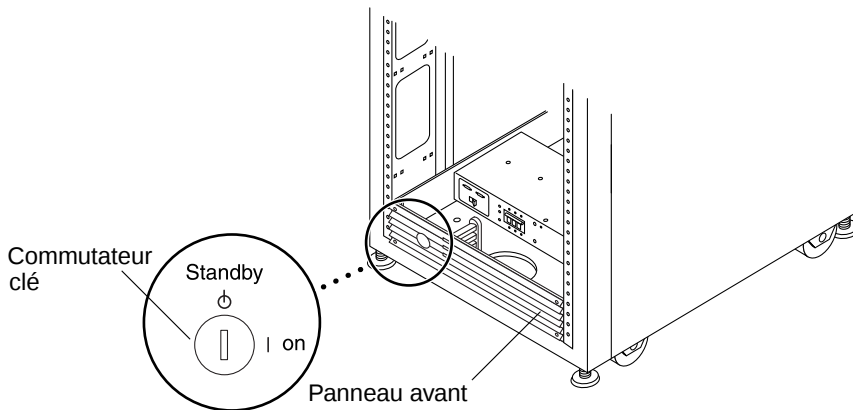

FIGURE 2-11 Emplacement du commutateur à clé au bas du panneau avant de l'armoire du système
2. Localisez le commutateur à clé sur la partie inférieure du panneau avant (FIGURE 2-11).
Remarque – La position du commutateur à clé importe peu pour les opérations de mise sous tension et hors tension locales (FIGURE 2-11).
- 5. Tournez le commutateur à clé, situé au bas du panneau avant sur la position On (FIGURE 2-11).**